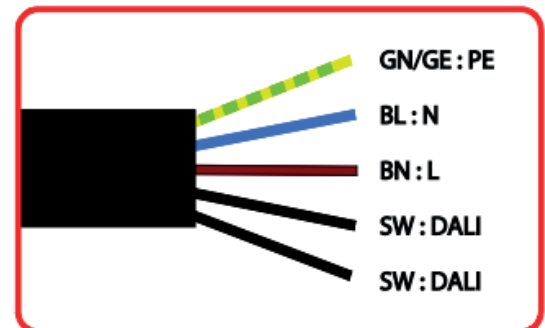

Abb. 5
1. Die so vorbereitete Leuchte an der Ösenschraube in die Aufhängung einhängen. Das Montagematerial hierfür ist auf die Anforderungen der Leuchte und den örtlichen Gegebenheiten abzustimmen. 2. Die Leuchtenleitung gem. Anschluss-Diagramm (Abb. 5) mit dem vorher freigeschalteten 230-V-Netz verbinden, dabei die anerkannten Regeln der Elektrotechnik und die entsprechenden Richtlinien der VDE 0100 beachten! 3. Die blaue Verschlusskappe an der Leuchte lösen und den IP 67 Stecker in die Kupplung der Leuchte stecken, mit der Überwurfmutter handfest verschrauben.